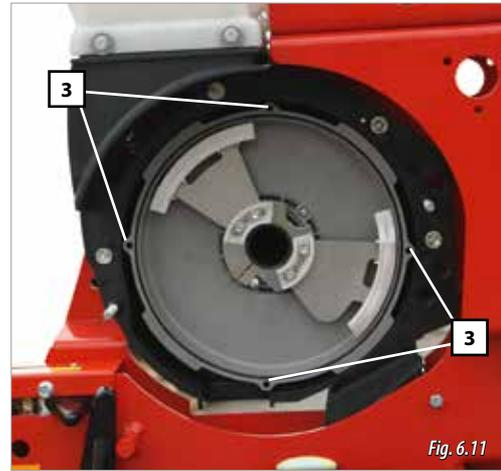

Fig. 6.11
- 3- Il disco è fissato magneticamente. Afferrare il disco con entrambe le mani e tirare per estrarlo. Una volta estratto il disco sementi, si vedrà il cassone a vuoto del distributore (Fig. 6.11).
IMPORTANTE: inserire i denti del disco nei fori del cassone a vuoto del distributore (3, Fig. 6.11).